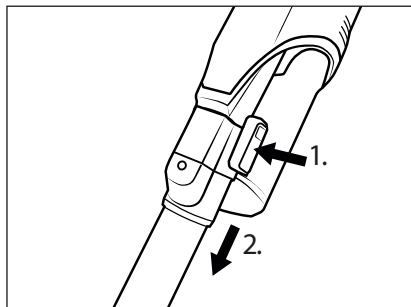

Fig. 11
- ◆ Pentru a îndepărta țeava de aspirare **24** din aparat, țineți apăsată tasta de deblocare a țevii de aspirare **25** și trageți țeava de aspirare **24** din orificiul de aspirație al aparatului (a se vedea fig. 11).